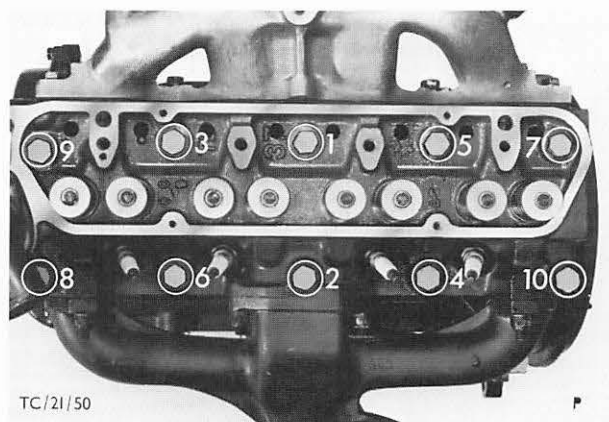

Abb. 190 Anzugsreihenfolge – Zylinderkopf
20. Zylinderkopf mit vorgeschriebenem Drehmoment (siehe Techn. Daten) nach Schema, Abb. 190, mit Spezialwerkzeug 21-034 nachziehen. Kipphebelachse nachziehen und Ventilspiel nochmals überprüfen.